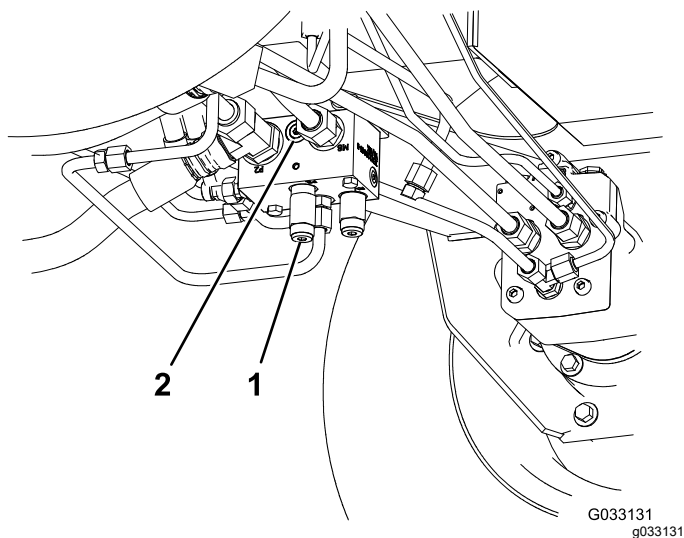

Figure 41
- Coupleur (ref. Toro 95-0985) (2)
- Raccord hydraulique (ref. Toro 340-77) (2)
1. Montez un raccord de diagnostic dans l'orifice non identifié situé entre les orifices M8 et P2 sur le collecteur de déplacement arrière (Figure 41).